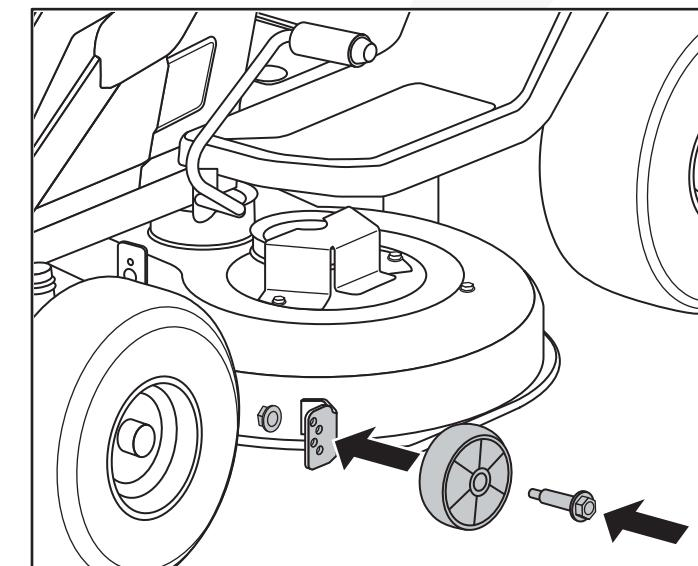

Fig. 6
1. Fije la rueda antiescalera izquierda con el tornillo y la tuerca suministrados a un par de 22-26 pies-libra. (Fig. 6)